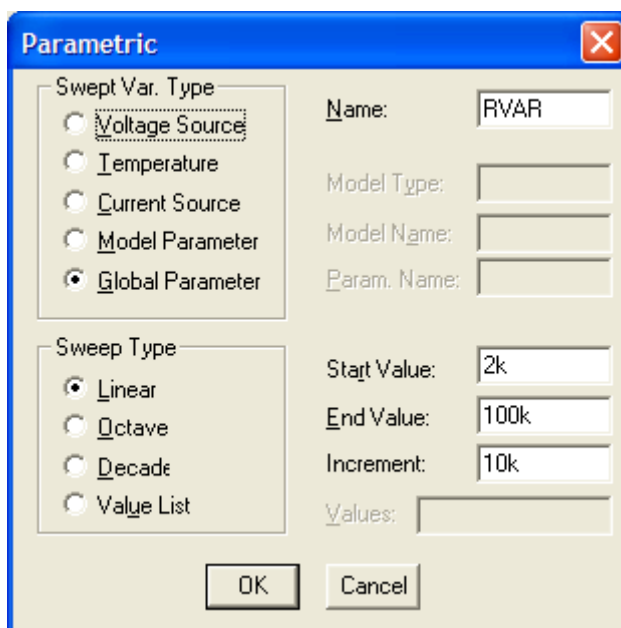

Рис. 2.4.6
6. С помощью элемента Parameter определить сопротивление нагрузки как глобальный параметр RVAR (рис. 2.4.6).